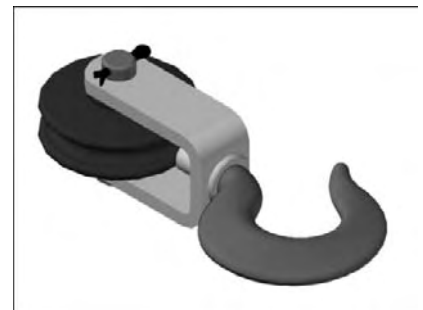

Fig.19.20
- 7 Placez le guide autour de l'axe, puis l'axe dans la roue (fig.19.20).